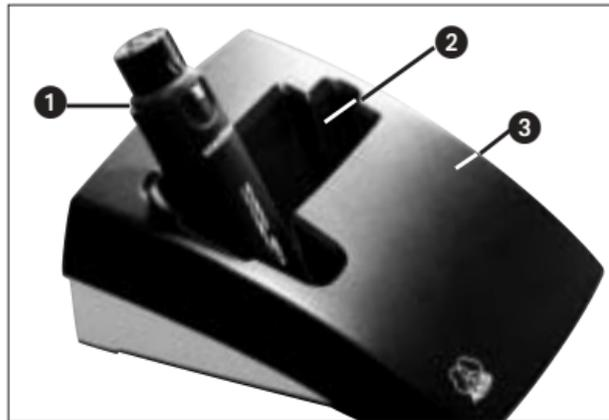

Fig. 2: SO 40
3. Placez l'émetteur (1) dans le moulage (2) du chargeur (voir Fig. 2 à 4).
Important (SO 40 - Fig. 2) : Détachez le SO 40 du micro avant de le placer sur le chargeur. Sinon le chargeur risquerait de basculer en faisant tomber l'émetteur.
Placez l'émetteur dans le chargeur comme indiqué sur les figures 2 à 4.